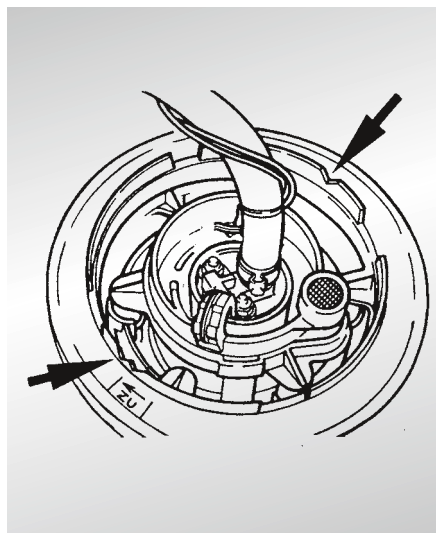

Abb. 3
- Lage des Staugehäuseoberteils im Tank beachten (V-Markierungen merken, Abb. 3).